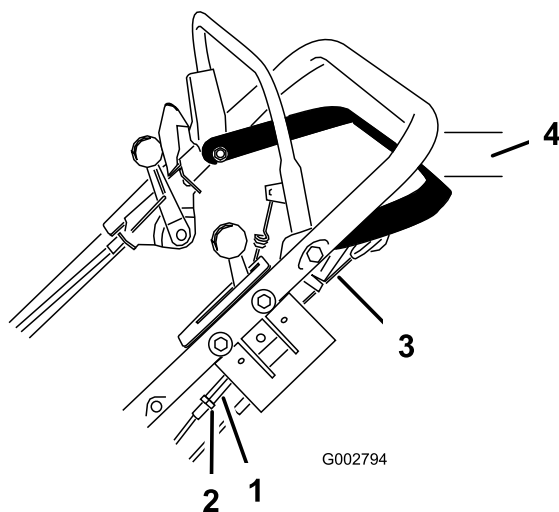

Figure 25
1. Desserrez l'écrou de fixation du tendeur (Figure 25).
2. Tournez le tendeur jusqu'à ce qu'il n'y ait plus de mou dans le câble exposé (Figure 25).